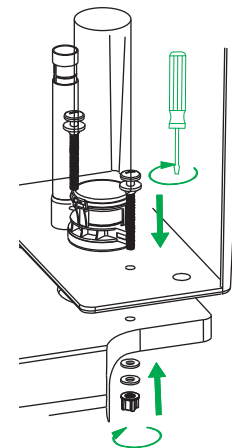

Рис. 10 / 10-сур.
- Вставьте болты в отверстия бачка и чаши унитаза и закрепите бачок на унитазе (рис. 10). **Внимание: затягивание пластмассовых гаек нужно производить равномерно с двух сторон, не допуская перекосов бачка и не используя гаечные ключи.** Для упрощения крепления бачка к унитазу и регулировки коромысла рекомендуем отсоединить корпус выпускного клапана от седла, повернув его против часовой стрелки.